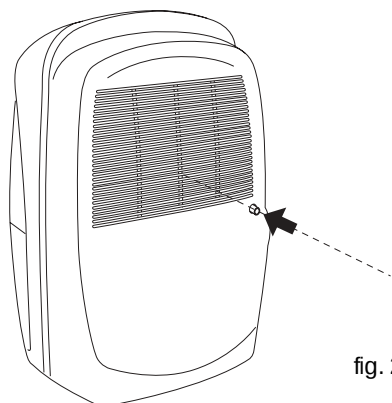

fig. 2
- 1) Percez le réservoir à l'intérieur de l'embout, avec une perceuse à mèche fine de 6 mm (Fig. 2).